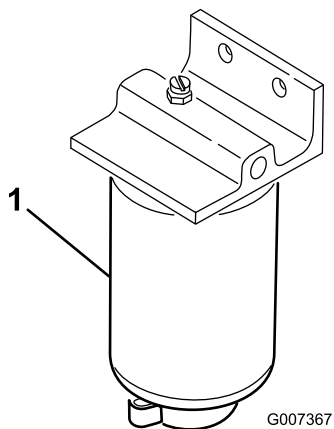

Figure 36
3. Dévissez le bouchon de vidange situé sur le filtre à carburant d'environ un tour et vidangez l'eau éventuellement accumulée (Figure 36).